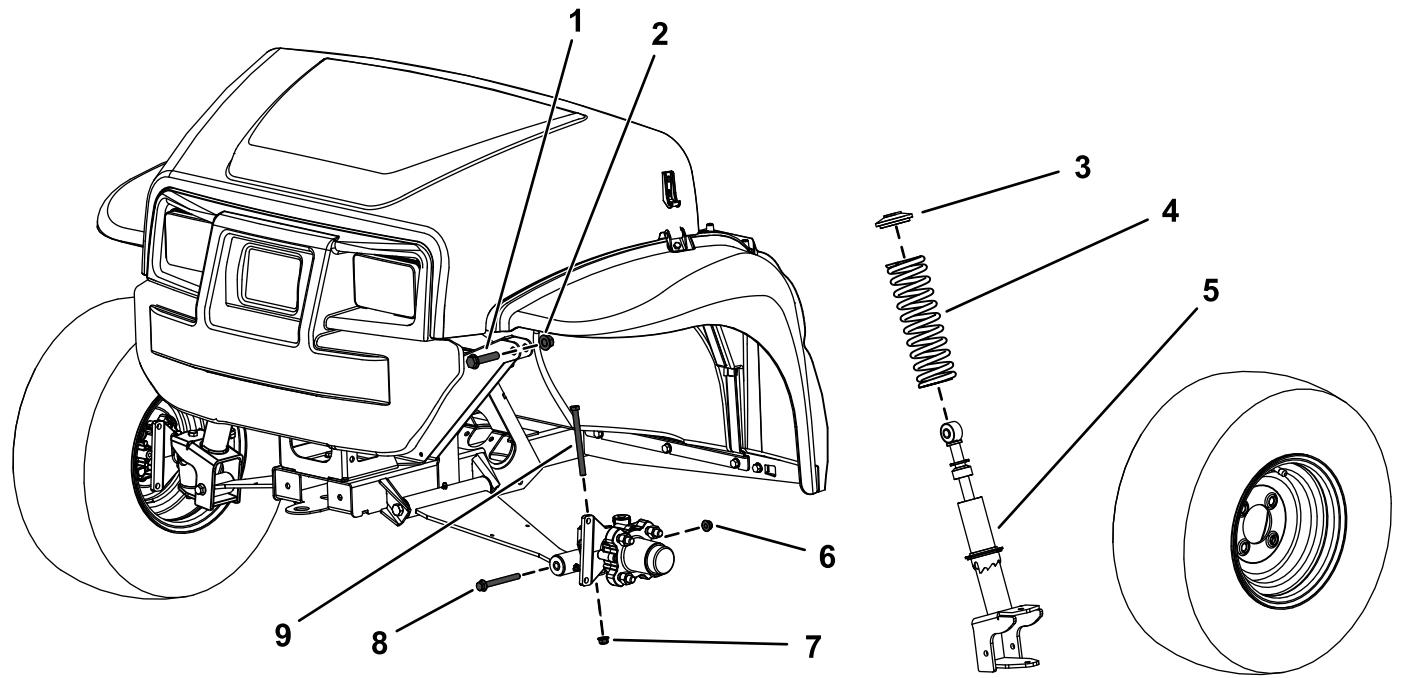

図 1
2. スピンドルから、六角ヘッドボルト $3/8 \times 4-3/4$ インチとフランジナット $3/8$ インチを外す図 1。
3. コントロールアームから、六角ヘッドボルト $3/8 \times 3-1/2$ インチとフランジナット $3/8$ インチを外す図 1。
4. ストラットアセンブリを上フレームに固定している六角ヘッドボルト $1/2 \times 2-1/4$ インチとロックナット $1/2$ インチを取り外す図 1。
5. ストラットセンブリを外す図 1。
3. ストラットアセンブリからスプリングを取り外す図1。
4. 既存のストラットアセンブリに新しいスプリングを取り付ける図1。
6. ストラットアセンブリの下部をコントロールアームに固定する六角ヘッドボルト $3/8 \times 3-1/2$ インチとフランジナット $3/8$ インチを使用して図1のよう取り付ける。